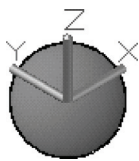

图 9-91 文件中存在的球体
1) 打开随书光盘“CH9”文件夹中的“BD_三维矩形阵列.dwg”文件，文件中存在着一个球体实体，如图 9-91 所示。